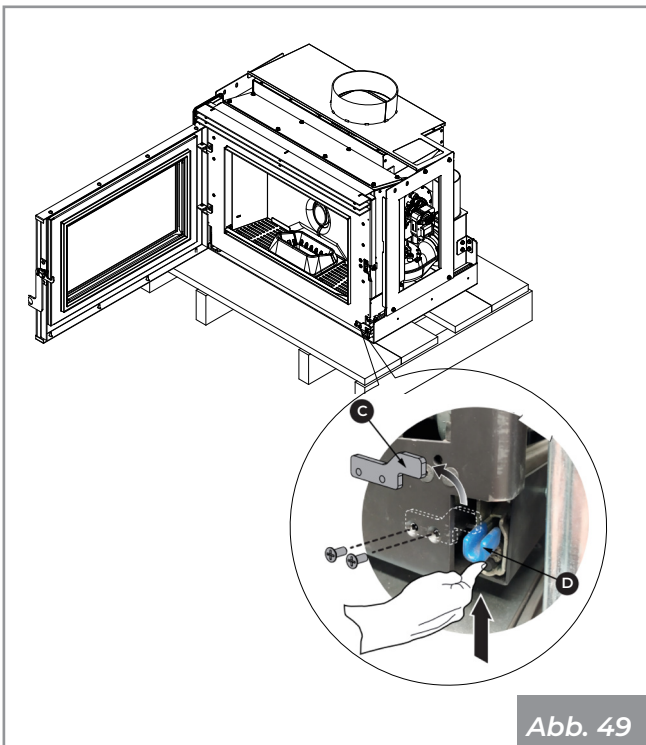

Abb. 49
- Die Schrauben (A) entfernen und die Platte herausziehen.
- Verwenden Sie eine Bürste mit einer flexiblen Kordel, um die Austauschrohre in der Brennkammer zu reinigen (Abb. 49)